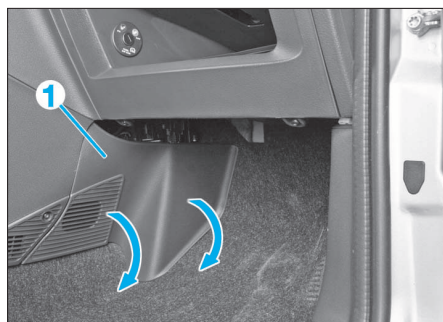

FIG. 4
- Déposer la garniture inférieure droite (1) de la planche de bord sous la boîte à gants (Fig.4).